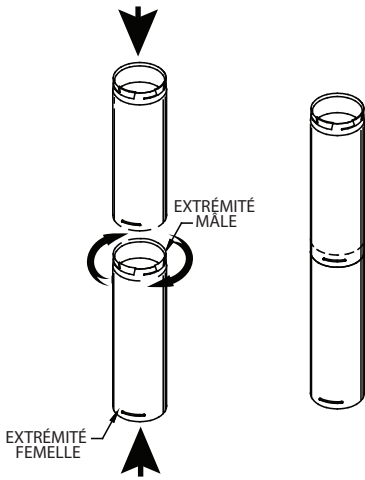
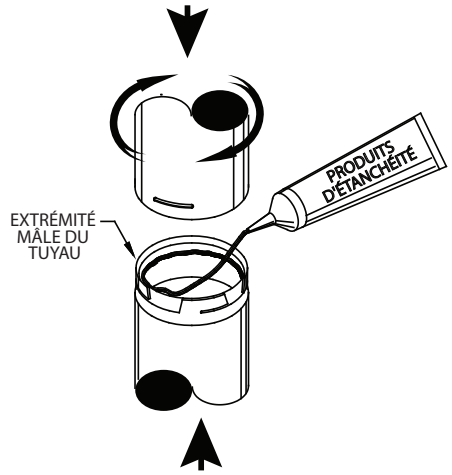

Figure 4
Figure 5
D. Raccorder les sections de tuyau. Fixer chaque section de tuyau PelletVent Pro en poussant l'extrémité mâle dans l'extrémité femelle et en imprimant une torsion jusqu'à ce que le tuyau soit en position verrouillée (Figure 4). Les sections de tuyau PelletVent Pro pipe n'ont besoin d'aucun produit d'étanchéité; cependant, dans certains cas, un agent d'étanchéité à base de silicone peut être utilisé Sceller les endroits où les revêtements intérieurs se chevauchent pour de meilleurs résultats (Figure 5). Les vis ne sont pas nécessaires, mais des vis de 6,4 mm (1/4 po)